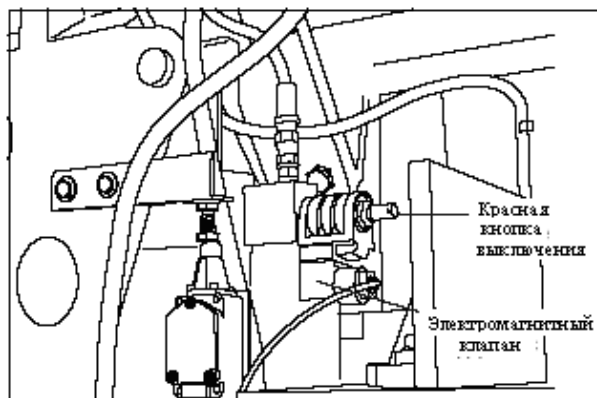

Рисунок 4: Опускание рамы с выключенным питанием
5. Красная кнопка выключения на электромагнитном клапане является средством опустить пильную раму, когда было отключено питание от станка (см. рисунок 4).
4. Чтобы опустить пыльную раму с выключенным питанием, потяните и поверните красную кнопку (ручная блокировка) на электромагнитном клапане (см. рисунок 4).